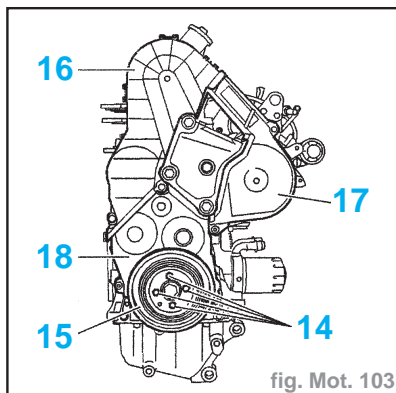
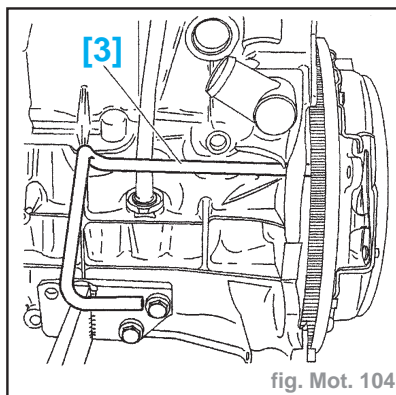

fig. Mot. 103
fig. Mot. 104
- Déposer (fig. Mot. 103) :
- les vis (14)
- la poulie (15)
- le carter (17) de pompe d'injection
- le carter supérieur (16)
- le carter inférieur (18)
- Piger le volant-moteur à l'aide de l'outil [3] (-).0188-D (fig. Mot. 104).